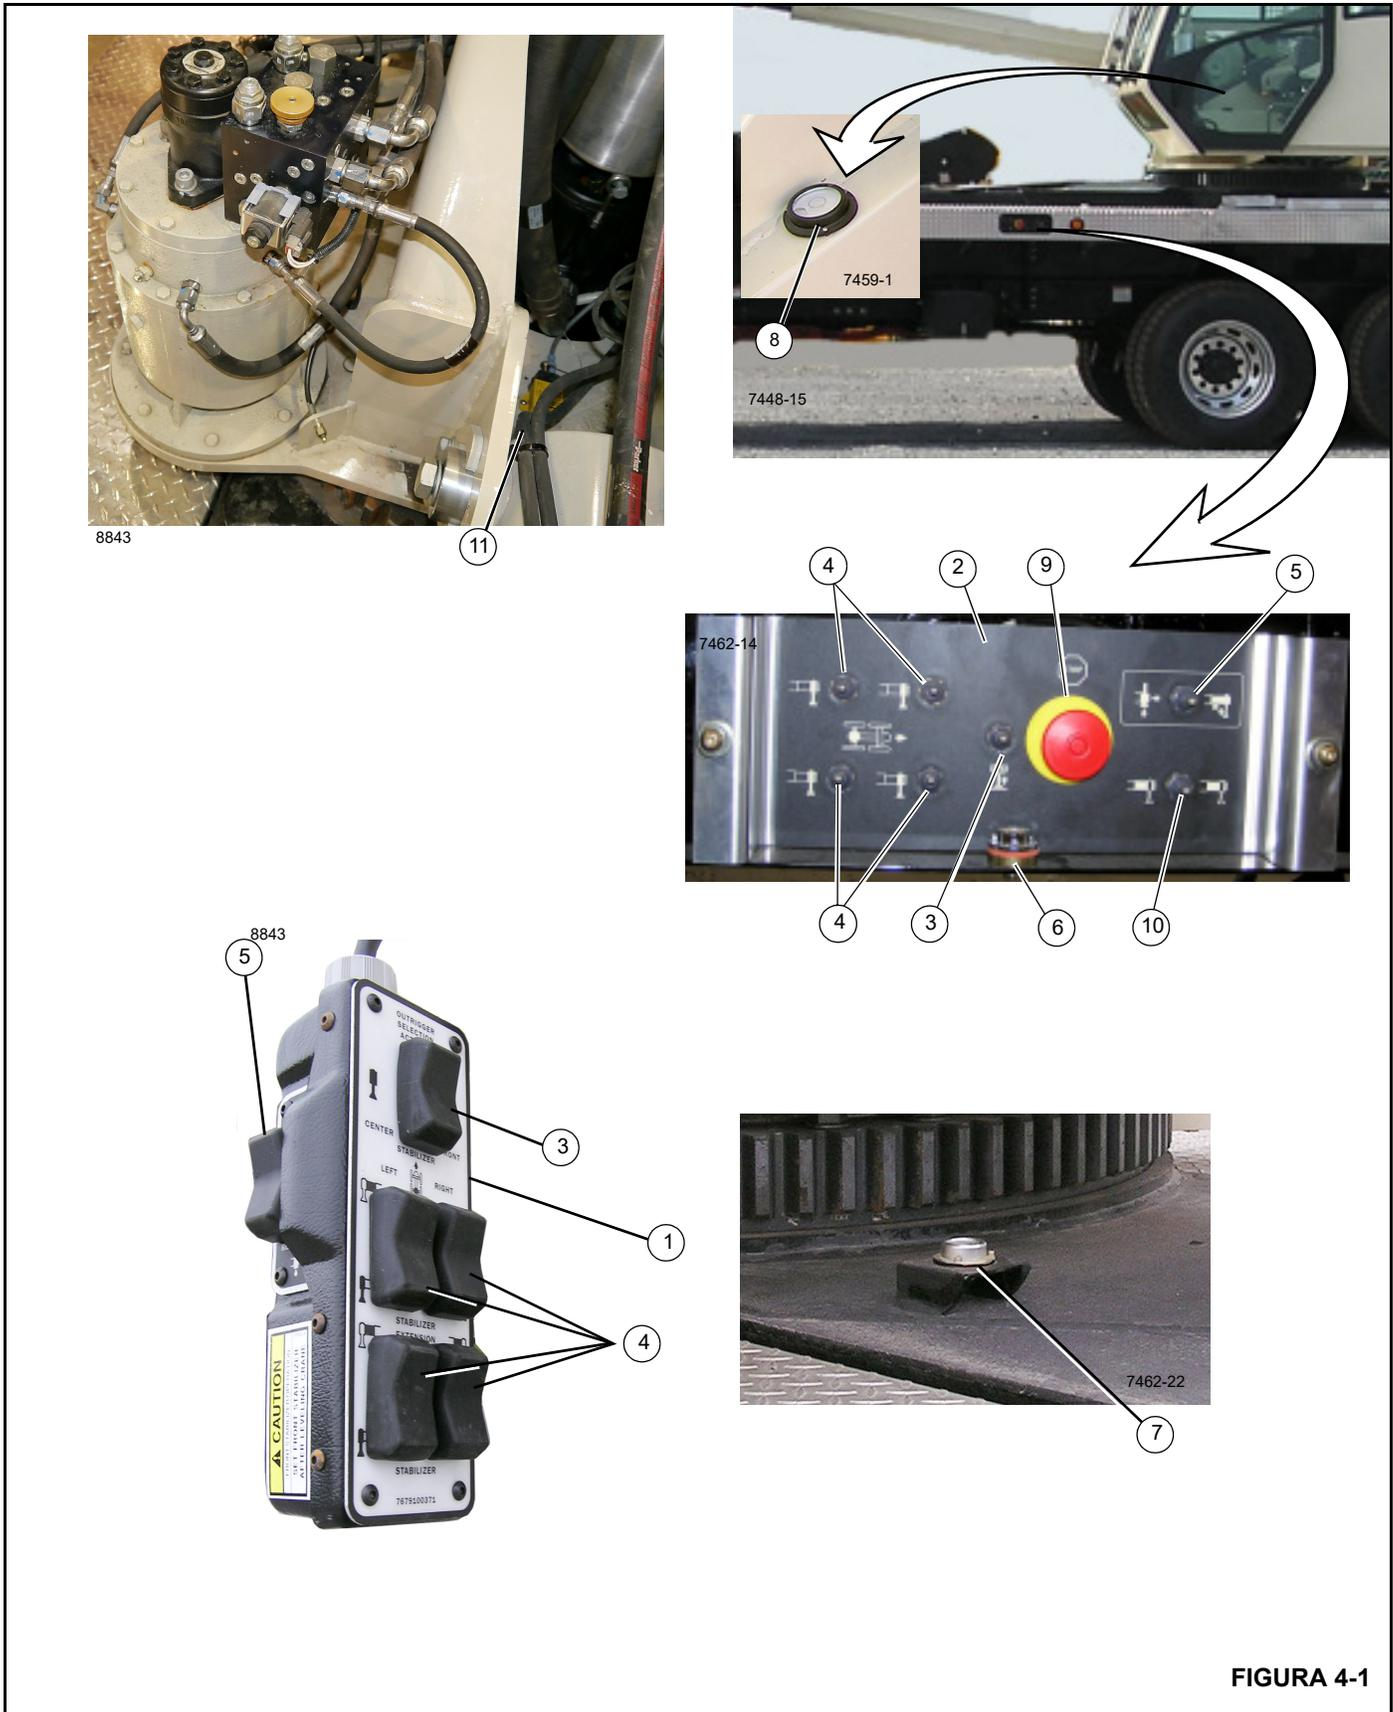
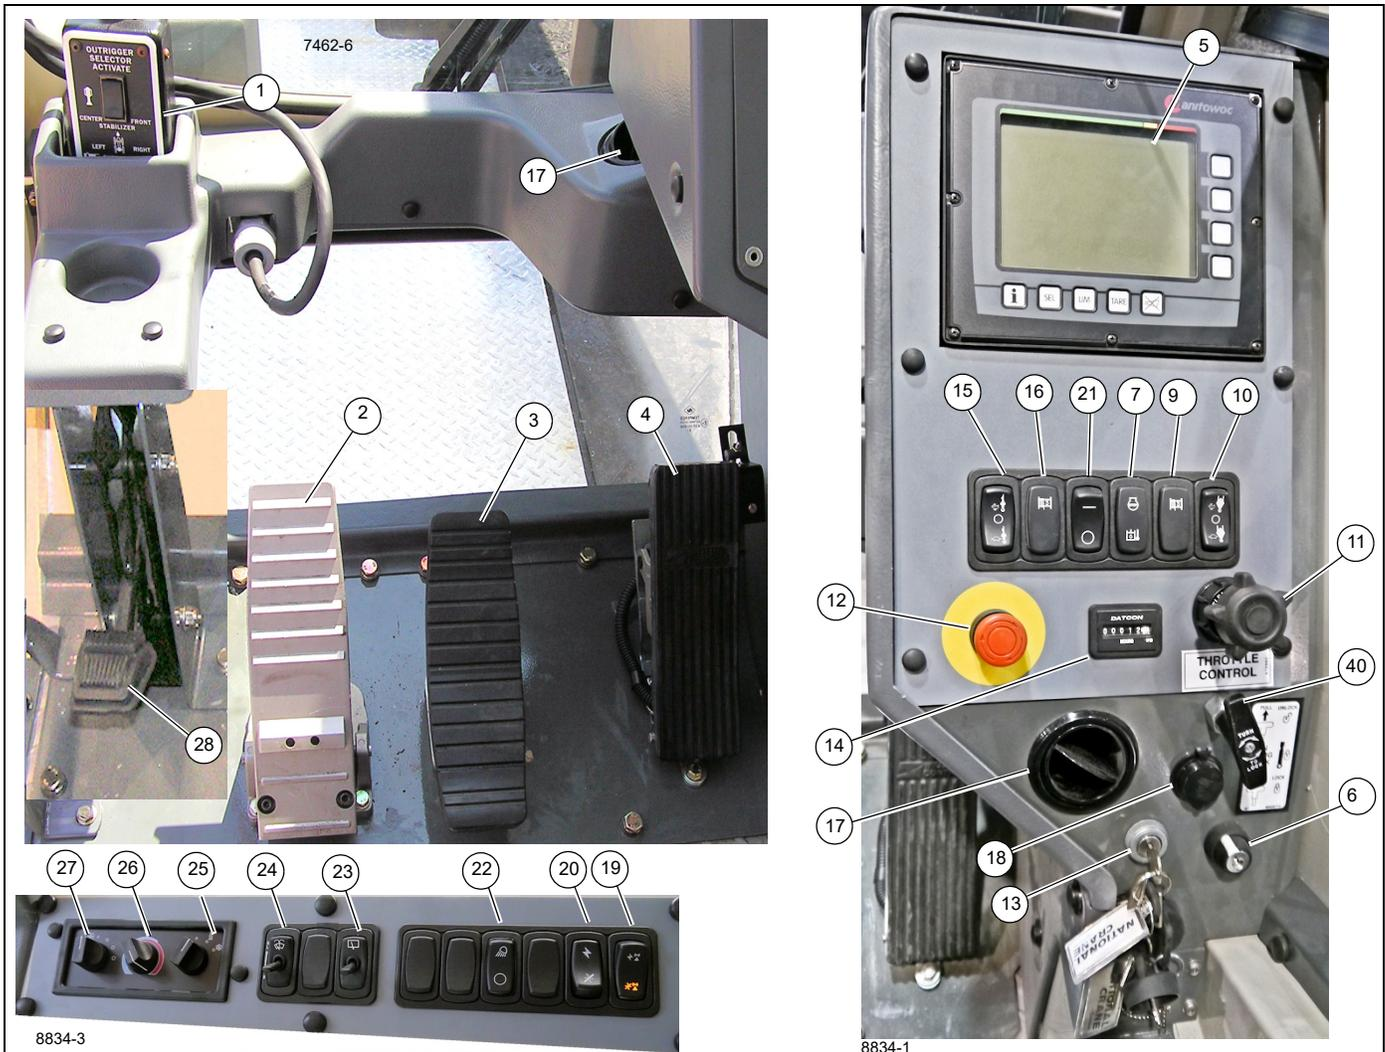
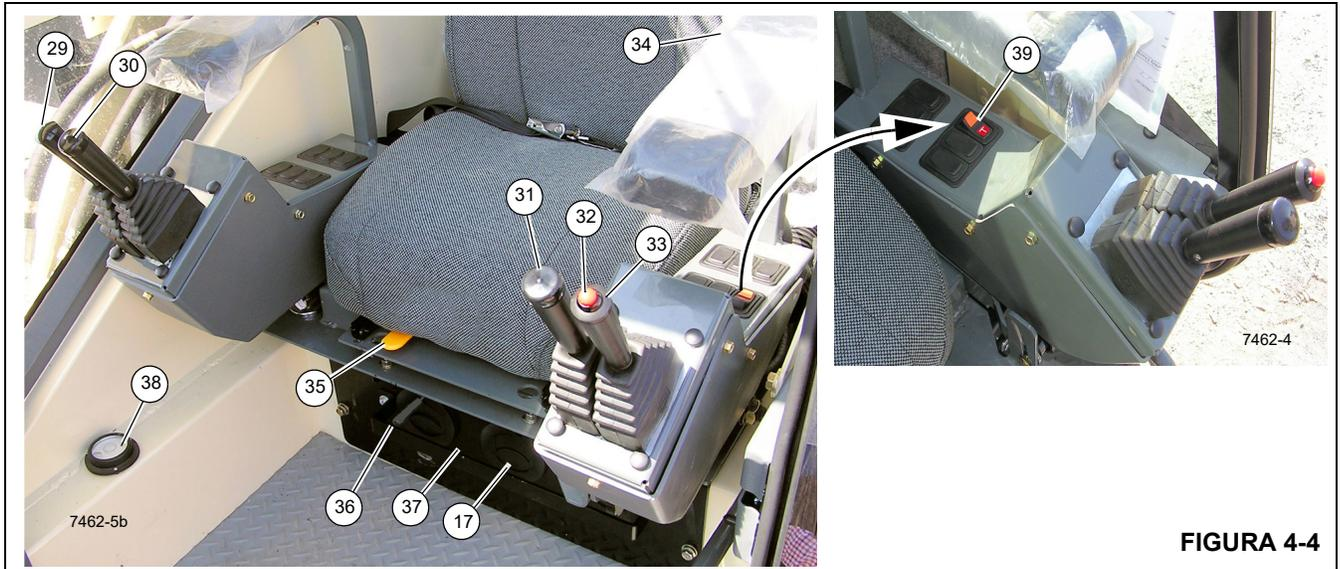
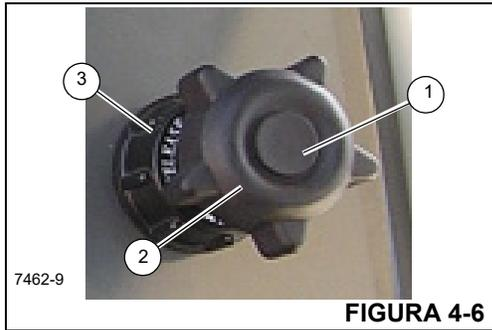

FIGURA 4-1
FIGURA 4-3
FIGURA 4-4
FIGURA 4-6
Los controles de la cabina de la grúa se encuentran en el puesto de control del operador de la grúa y se usan para accionar todas las funciones de la grúa. Consulte la Figura 4-3 para la identificación del puesto de control. Para obtener la mejor respuesta de los controles, haga funcionar el motor a la aceleración gobernada cuando se usa el equipo.
Los controles de estabilizadores se utilizan para emplazar los estabilizadores. Hay tres puestos de control a nivel del suelo para el funcionamiento de los estabilizadores. Uno es el control de mano de estabilizadores en la cabina (1, Figura 4-1) ubicado en los controles desde el suelo (puesto de control en cabina del operador) y dos controles de estabilizadores de puesto exterior (2) ubicados a cada lado del equipo a nivel del suelo. Cada controlador contiene controles para extender y retraer las vigas, para elevar y bajar los cilindros de estabilizadores (gatos) y para elevar y bajar el estabilizador delantero central (si lo tiene). El controlador de mano de la cabina puede ser (opcional) para algunos modelos.
Los paneles de control de estabilizadores (2) están ubicados en ambos lados inferiores del equipo (Figura 4-1) y contienen controles de estabilizadores.
El control de mano de estabilizadores (1, Figura 4-3) está ubicado en la cabina de control a nivel del suelo. El interruptor de alimentación de control de la grúa debe estar **ACTIVADO**, con el operador en el asiento con el apoyabrazos abajo.
El interruptor de extensión/retracción (5, Figura 4-1) se usa junto con los interruptores selectores para controlar las funciones de los estabilizadores.
Los interruptores selectores de estabilizadores (4, Figura 4-1) se emplean para seleccionar el componente de estabilizador. Para extender o retraer un componente de estabilizador, primero selecciónelo con el interruptor selector y después extiéndalo o retráigalo utilizando el interruptor de extensión/retracción.
El interruptor selector de vigas de estabilizadores del puesto desde el suelo (10, Figura 4-1) se usa para accionar la viga de estabilizadores delanteros o traseros en el mismo lado del equipo donde se encuentra el control a nivel del suelo del equipo.
Hay un interruptor de parada de emergencia (9, Figura 4-1) en los paneles de control de estabilizadores a cada lado del vehículo. Oprima cualquiera de los interruptores para apagar el motor.
El interruptor del estabilizador delantero central (3, Figura 4-1) se usa para bajar y elevar el estabilizador delantero central. Para accionar el estabilizador delantero central, oprima el interruptor del estabilizador delantero central y luego oprima el interruptor de extensión/retracción.
El indicador de nivel primario (7, Figura 4-1) se encuentra adelante del cojinete de la torreta. Los indicadores de nivel secundario están ubicados en los paneles de control de los estabilizadores (6, Figura 4-1) y en la cabina de control a nivel del suelo (38, Figura 4-4).
Un sensor de nivelación electrónico se encuentra ubicado en la parte superior de la placa de cojinete de la plataforma de giro, cerca del muñón del cilindro de elevación (11, Figura 4-1), que se usa para monitorear la nivelación del sistema de estabilizadores del equipo. Si el equipo no está nivelado dentro del 1 %, la alarma de movimiento de estabilizadores sonará hasta que se corrija el nivel y las funciones de la pluma se inhabilitarán. Vea "Nivelación del equipo" en la página 2-6.
El pedal de freno de giro (2, Figura 4-3) se encuentra en el lado izquierdo del piso de la cabina de la grúa. El pedal de freno se usa para activar el freno de giro y mantener la torreta momentáneamente en posición.
El pedal de telescopización (3, Figura 4-3) se usa para extender y retraer la pluma cuando el equipo tiene un malacate auxiliar. Presione el pedal hacia adelante para extender la pluma y hacia atrás para retraer la pluma.
El pedal acelerador (4, Figura 4-4) se encuentra en el piso de la cabina de control a nivel del suelo y se usa para regular la velocidad del motor. Pise el pedal para acelerar el motor y suéltelo para permitir que el motor retorne a ralentí.
El acelerador de mano (11, Figura 4-3) se debe poner en la posición señalada en la Figura 4-6 para accionar correctamente el pedal acelerador.
La pantalla del RCL (5, Figura 4-3) es para el limitador de capacidad nominal (RCL); vea las instrucciones de uso y las pantallas en este manual.
El interruptor de anulación de RCL (6, Figura 4-3) es un interruptor de encendido/apagado *momentáneo*; gire la llave a la posición de **encendido** (derecha) para desconectar los controles de RCL y los controles de bloqueo de vueltas mínimas. Al soltar la llave se permite que los controles de RCL y de vueltas mínimas se reactiven.
La luz de advertencia de temperatura del aceite hidráulico (7, Figura 4-3) se encuentra en la consola de la cabina de control a nivel del suelo y se ilumina cuando el aceite hidráulico se sobrecalienta. Si hay sobrecalentamiento, haga funcionar el equipo a ralentí con sus controles en punto muerto hasta que la luz se apague.
Cuando el malacate principal se desenrolla hasta la última capa de cable, el indicador de vueltas mínimas (9, Figura 4-3) destella de manera intermitente y el zumbador de vueltas mínimas (2, Figura 4-5) suena de modo intermitente.
El interruptor selector de velocidad del malacate principal (10, Figura 4-3) se encuentra en la consola. Es un interruptor de tres posiciones (**conectado-desconectado-conectado**), identificado como velocidad conejo (**rápida**) y velocidad tortuga (**lenta**) de motor del malacate.
El acelerador de mano de empuje/tiro (11, Figura 4-3) se ubica en la consola de control a nivel del suelo y tiene las siguientes funciones.
Aumentar la velocidad del motor – Empuje sin soltar el botón central (1, Figura 4-6); tire de la perilla (2) para acelerar el motor. Al soltar el botón (1) se bloquea la perilla en su lugar y se mantiene la velocidad del motor.
El acelerador de mano se debe poner en la posición ilustrada en la Figura 4-6 para accionar correctamente el pedal acelerador (4, Figura 4-4).
El interruptor de parada de emergencia de la grúa (12, Figura 4-3) se ubica en la consola de control a nivel del suelo y se utiliza para apagar el motor del chasis. Empuje el botón rojo para apagar el motor, gire la perilla y tire para reanudar el funcionamiento normal.
El interruptor de encendido de control desde el suelo/cabina del operador (13, Figura 4-3) está ubicado en la consola de control de la cabina y controla el motor del chasis y la alimentación de control de la grúa. El interruptor de encendido tiene cuatro posiciones. La posición de **apagado** detiene el motor y desconecta la alimentación de la cabina, la posición de **encendido** activa el encendido del motor diesel del chasis y conecta la alimentación de la cabina, la posición de **accesorios** es la alimentación de control desde el suelo y la posición de **arranque** es el arranque del motor diesel del chasis.
El interruptor selector de velocidad del malacate auxiliar (15, Figura 4-3) se encuentra en el apoyabrazos izquierdo del asiento. Es un interruptor de tres posiciones (conectado-conectado), identificado como velocidad conejo (rápida) y velocidad tortuga (lenta) de motor del malacate.
La palanca de control de elevación de la pluma (29, Figura 4-4) se encuentra en el apoyabrazos derecho y se usa para elevar y bajar la pluma. Empuje la palanca hacia adelante para bajar la pluma y tire de ella hacia atrás para elevar la pluma.
La palanca de control del malacate (30, Figura 4-4) se encuentra en el apoyabrazos derecho. Si la palanca se mueve a la posición hacia adelante, permite que el cable del malacate baje la carga, y si se mueve hacia atrás, que eleve la carga.
El indicador de giro del malacate (RDI) se encuentra en la parte superior de la palanca de control del malacate (30, Figura 4-4). El indicador se controla por medio de una señal recibida de un transmisor electrónico y de un sensor instalado en el malacate. El operador detecta una señal pulsante en su dedo pulgar cuando se acciona el malacate.
Cuando *no* está equipada con el malacate auxiliar, la palanca de control telescópico de la pluma (31, Figura 4-4) está en el apoyabrazos izquierdo. Empuje la palanca hacia adelante para extender la pluma y tire de ella hacia atrás para retraer la pluma.